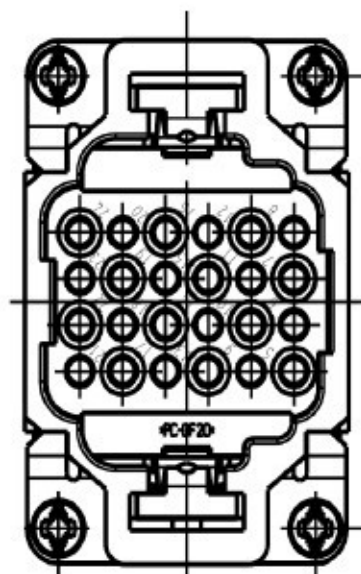

Fig. 3.18 Cablaggio dell'interfaccia cliente di valvola, ventola e pressostato
- Interfaccia valvola, ventola e pressostato, vedere Fig. 3.18